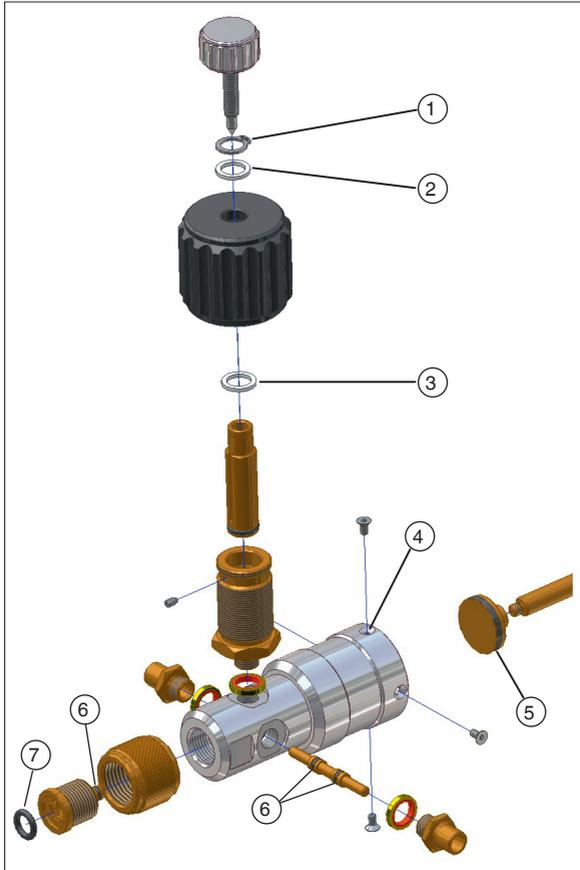

Fig. 1 - Montage des bagues d'étanchéité, des disques d'étanchéité et des joints toriques
- ▶ Faire attention à l'ordre correct des composants, voir Fig. 1 "Montage des bagues d'étanchéité, des disques d'étanchéité et des joints toriques" !